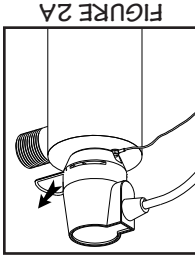

FIGURE 2A
1. Pour remplacer la lampe, il n'est PAS nécessaire de déconnecter le système de la canalisation d'eau, ni de vider la chambre du réacteur. NE PAS FAIRE COULER L'EAU DURANT CE PROCESSUS. Le remplacement de la lampe est une opération simple et rapide, qui ne nécessite aucun outillage spécial. Pour garantir une désinfection adéquate, on doit remplacer la lampe UV à intervalles de 9 000 heures de service continu (environ 1 an). Interrompre l'alimentation électrique et laisser le processus de mise hors-tension s'exécuter pendant 30 secondes. Enlever le connecteur en retirant la bague métallique de retenue (Figure 2A) de la chambre du réacteur. Lorsque la lampe devient visible, séparer la lampe du connecteur (Figure 2B). Il suffit de séparer les deux composants – ne pas effectuer un mouvement de torsion entre la lampe et le connecteur. Éviter de toucher la surface de verre de la lampe. Il est acceptable de manipuler la lampe par les extrémités de céramique; cependant, s'il est nécessaire de toucher le tube de verre, porter des gants ou utiliser un linges doux. Retirer complètement la lampe de la chambre du réacteur; en veillant à ne pas incliner la lampe par rapport au réacteur; si la lampe est inclinée, une pression est exercée à l'intérieur du manchon de quartz, et ceci provoquera le bris du manchon.